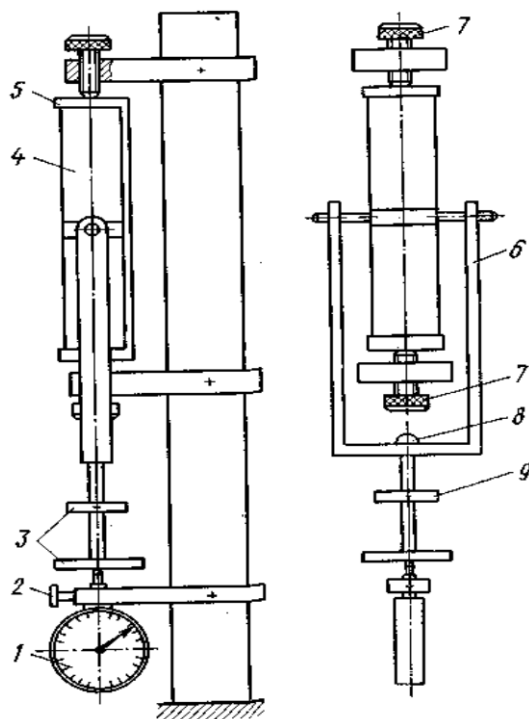

Рис.2.
Установка для наблюдения упругого последействия и упругого гистерезиса представлена на рис. 2. Она состоит из испытуемого резинового стержня 4, укрепленного в патроне 5. Патрон 5 крепится на стойке с помощью винтов 7. Нагрузка резинового стержня осуществляется посредством металлических тяг 6 и штока 9 разновесами, помещаемыми на платформы 3. Связь между величинами σ и ε можно в первом приближении установить законом Гука, который в этом случае принимает вид
1. Установите нулевое показание на индикаторе, перемещая его по стойке при отсутствии нагрузки, и закрепите винт 2 (рис. 2).